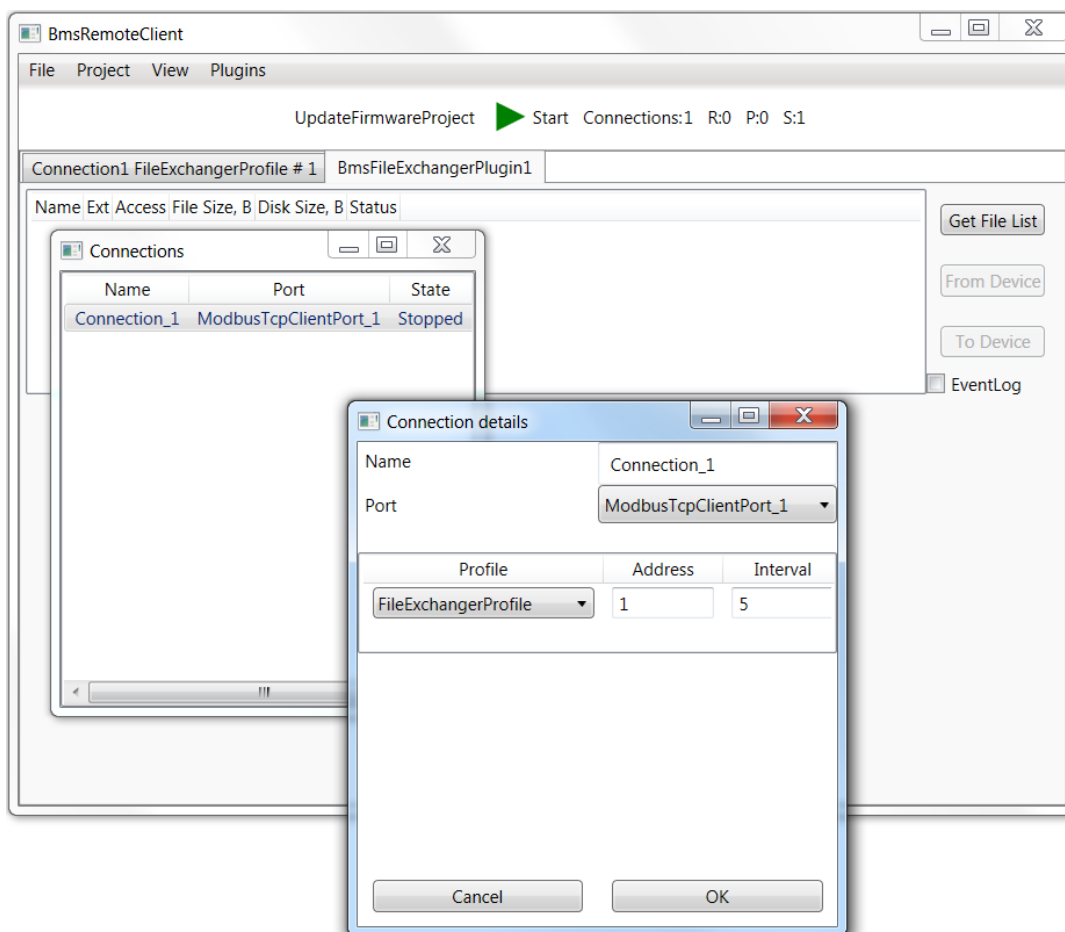

Рисунок 8 – Программа «BmsRemoteClient». Настройка соединения
- настройка адреса НЭ в сети Modbus производится в меню Project → Connections (графа Address, см. рисунок 8).